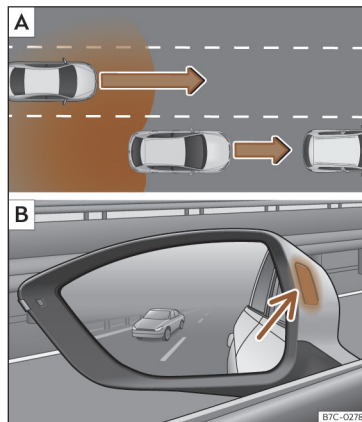

Fig. 165 Esquema: **A** Situação numa ultrapassagem com trânsito na parte traseira. **B** Indicação do assistente de mudança de faixa no retrovisor exterior esquerdo.
Nas seguintes situações mostra-se uma indicação no retrovisor exterior»» **Fig. 165** [B] (seta) ou»» **Fig. 166** [B] (seta):
- Quando se é ultrapassado por outro veículo»» **Fig. 165** [A].